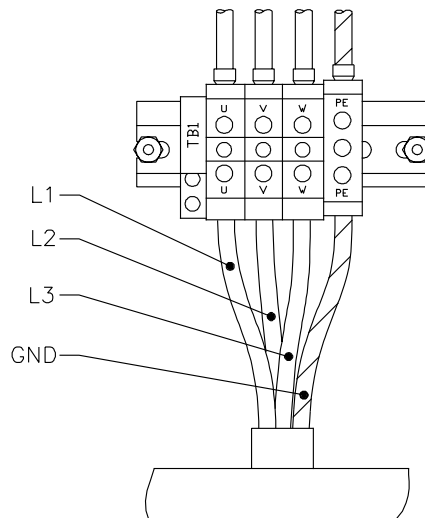

Figura d-3 Conexões do cabo de energia ao Filtro EMI
4. Conecte os cabos L1, L2 e L3 aos terminais U, V e W de TB1 (veja Figura d-3). Certifique-se de que todas as conexões estão apertadas para evitar aquecimento excessivo.
5. Conecte o cabo-terra ao terminal marcado PE no TB1 (veja Figura d-3).